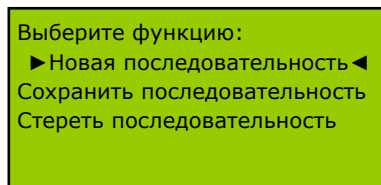

Рисунок 5.
- "Новая последовательность" позволяет создать новую последовательность вращений. См. Рис.5